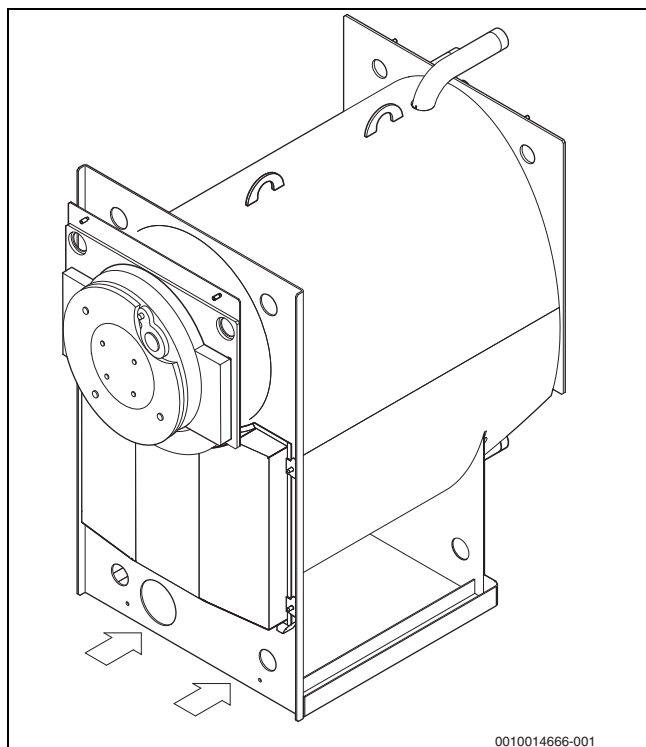

Bild 5 Kessel mit Gabelstapler transportieren
- Gabel des Gabelstaplers unter die Kesselvorder- und Kesselrückwand führen (→ Bild 5, Seite 14). Kessel langsam mit dem Gabelstapler anheben.